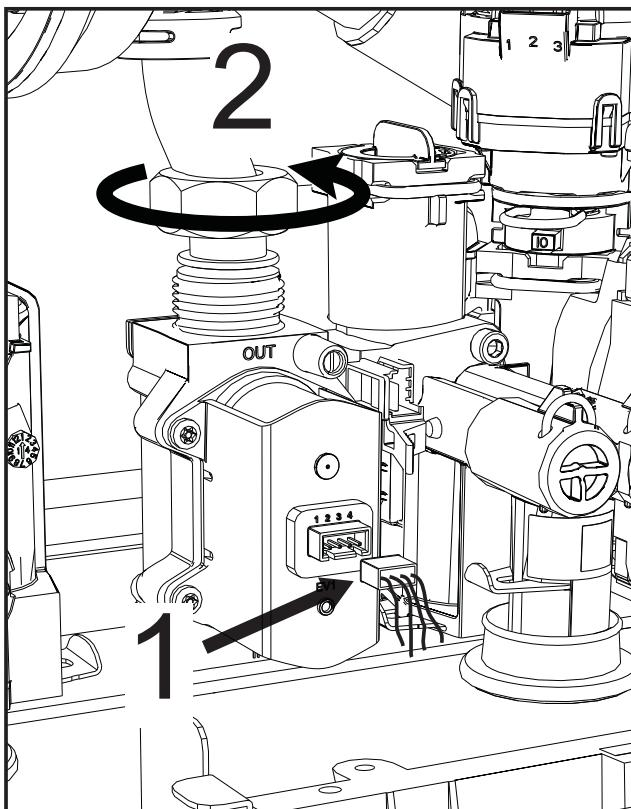

рис. 58
- Отсоедините электрические разъемы "1" (рис. 58).
- Отсоедините трубу подачи газа "2" (рис. 58)